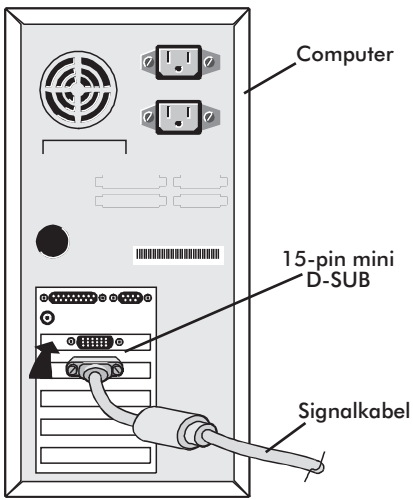
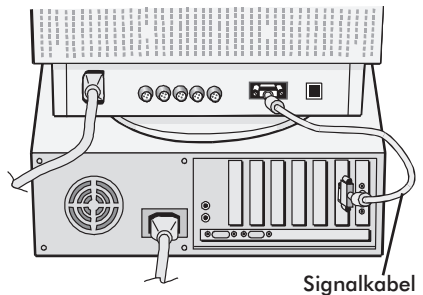

Abbildung A.1
Abbildung A.2
2. **Für den PC:** Verbinden Sie ein Ende des 15-pin mini D-SUB Signalkabels mit der entsprechenden Buchse der Grafikkarte Ihres Rechners (Abbildung A.1) und das andere Ende mit der entsprechenden Buchse an der Monitorrückseite (Abbildung A.2). Ziehen Sie alle Schrauben fest. Gehen Sie zu Schritt 4.